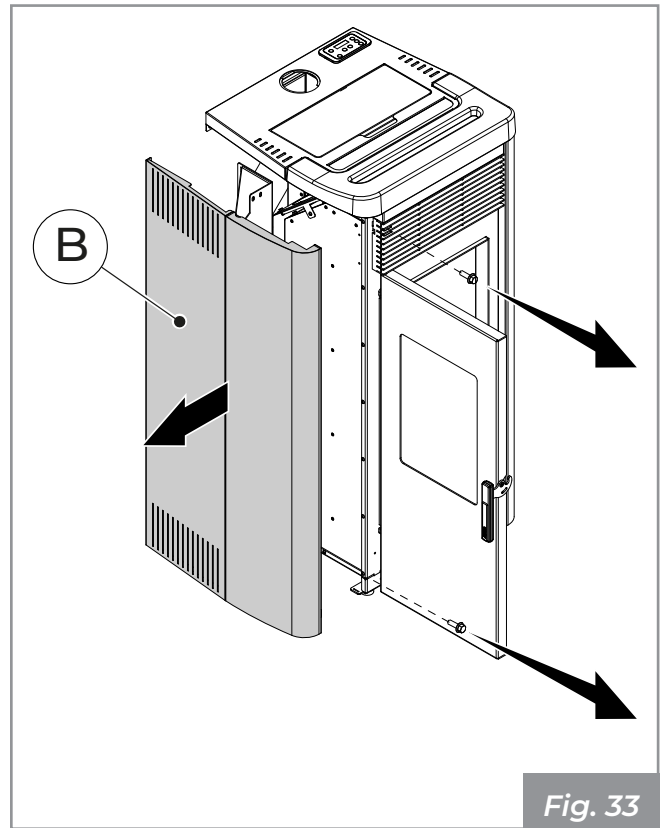

Fig. 33
- Abrir la puerta, quitar los tornillos frontales que fijan el costado izquierdo (**B**) y quitar este último (**Fig. 33**).